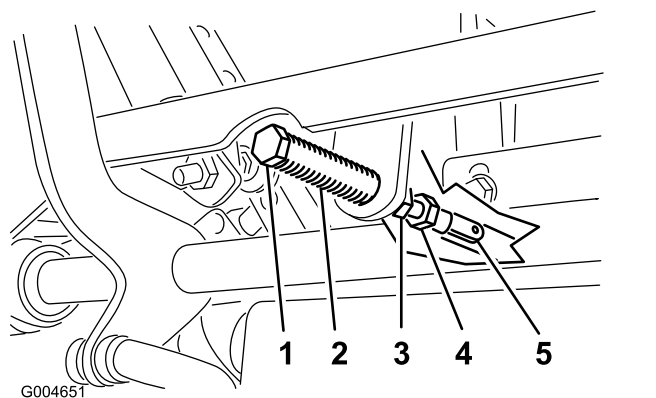

图50
5. 如 图50 所示向回拉控制杆直至柱销在枢轴臂上接触到槽的端部刚开始对弹簧施加压力。
7. 如果需要调节请松开紧靠轭的螺母和锁紧螺母 图50。
8. 对移动控制杆施加轻微的向后压力将调节螺栓的头部朝适当的方向转动直至控制杆在空档锁定位置中居中 图50。
9. 旋紧螺母和锁紧螺母 图50。
10. 拧紧球窝接头的锁紧螺母图50。